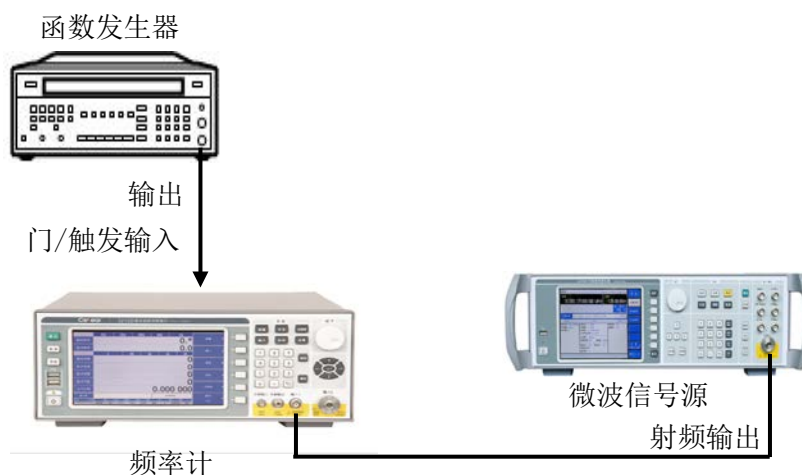

图 8-4 外触发输入端口性能测试框图
- i) 如图 8-4 连接测试设备, 将微波信号源连接到频率计输入 2;
- 开机预热至少 30 分钟，如图 8-4 所示连接测试设备，将微波信号源连接到频率计输入 1；